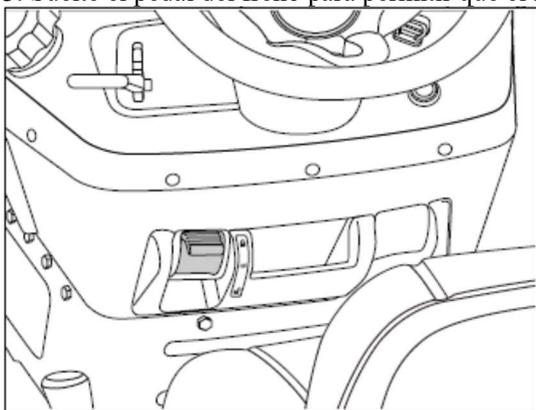

Fig.18
2. Levante la palanca del freno de estacionamiento hasta la posición de bloqueo. (Fig.18)